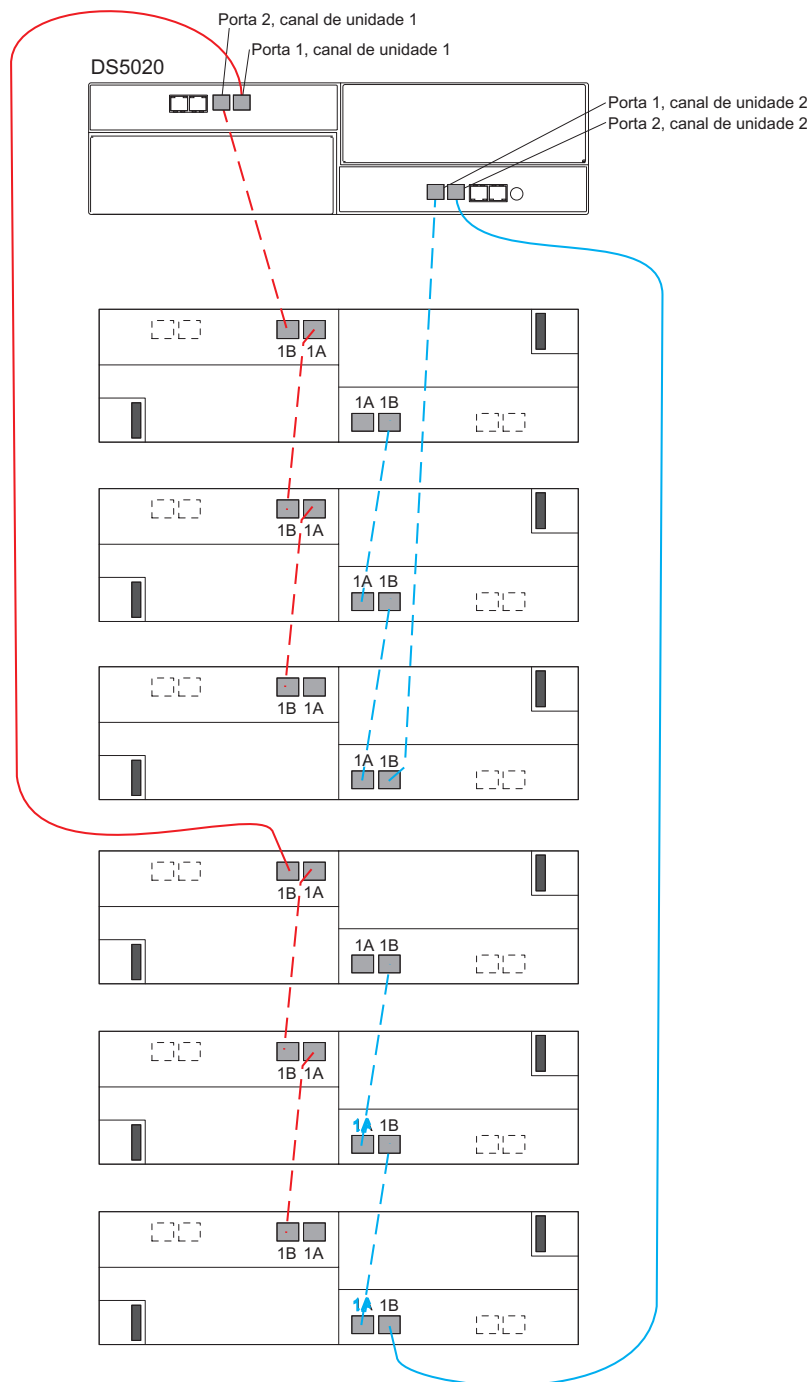

Figura 42. Cabeamento para um DS5020 e até seis gabinete de expansão de armazenamentos
Se estiver cabearo um subsistema de armazenamento DS5020 e até seis gabinetes de expansão de armazenamento, a Figura 42 mostra a topologia correta de cabeamento.
7. Para conectar seis gabinetes de expansão de armazenamento a um DS5020, utilize todas as portas dos dois canais de unidade. Consulte a Figura 42 na página 69 para obter a topologia de cabeamento.